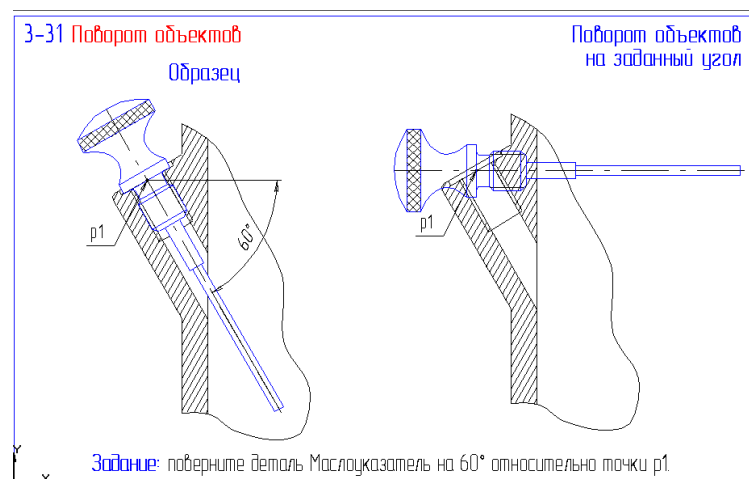

Рис. 37
39. Откройте файл фрагмента 3-31 (рис. 37). Освойте команду редактирования **Поворот** заданием угла поворота. Учтите что за положительное направление отсчета углов принято направление – против часовой стрелки. Результат сохраните.